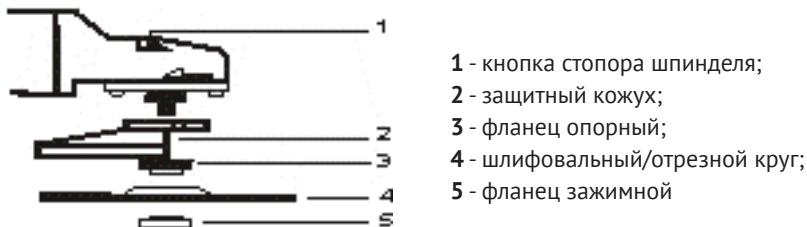

рис. 2
2.2.1 Выбрать круг (рис.2 поз.4), для предполагаемого вида работы, и зажимным фланцем (рис.2 поз.5) зафиксировать его, с помощью входящего в комплект ключа, на шпинделе.
3.3 Для монтажа рабочего круга (рис.2 поз.4) отключите от сети штепсельную вилку шлифмашины. Зафиксировав шпиндель нажатием кнопки (рис.2 поз.1) механизма стопора, установите круг в соответствие с рис.2. Для закручивания зажимного фланца (рис.2 поз.5), используйте ключ, имеющийся в комплекте поставки. Не прилагайте чрезмерного усилия при затяжке. Проверьте вращение
3.5 В случае затруднения демонтажа рабочего круга, во избежание поломки стопора (рис.2 поз.1), используйте гаечный ключ для удержания шпинделя шлифмашины.
3.6 По окончании работы очистите от пыли и грязи защитный кожух (рис.2 поз.2), детали крепления круга, шнур питания, корпус двигателя и вентиляционные отверстия рукоятки. Для очистки внутренних полостей можно воспользоваться пылесосом.